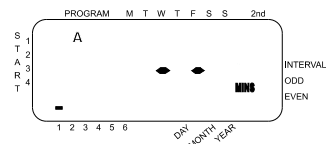

Figure 5: Durée station pour programme A.
- Positionner le commutateur sur Station/Durée dans le programme A ou B. L'affichage indiquera un "A" ou un "B" le programme sélectionné et les --MINS et le curseur clignotant à la station "1" (voir la Figure 5).